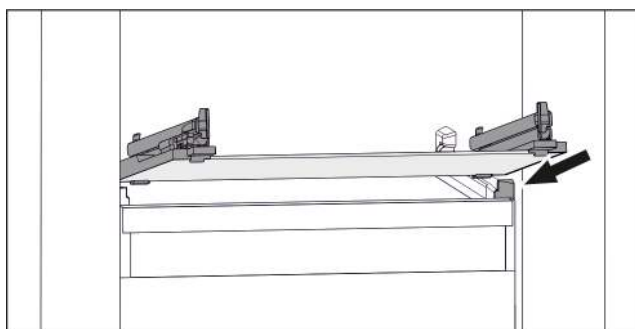

Fig. 46 Примерное отображение стеклянной пластины
- Наклоняя вниз, установите стеклянную пластину за стопоры. (см. Fig. 46)